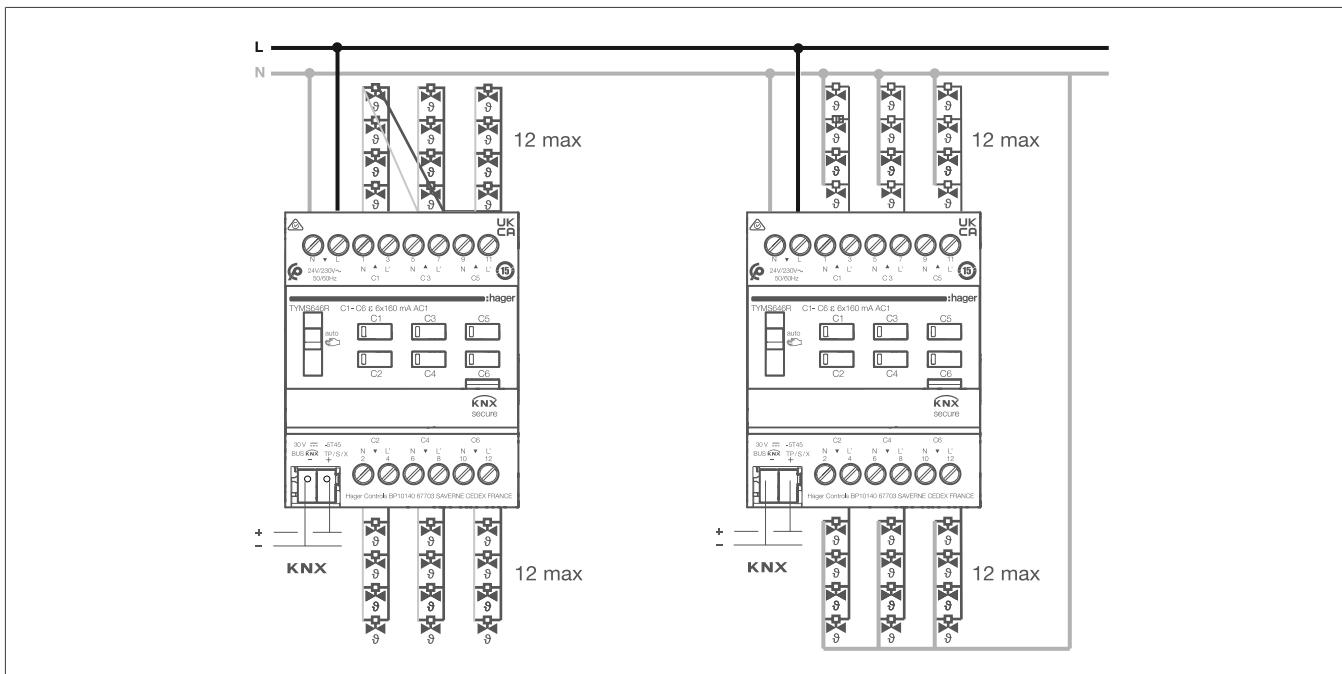

Bild 4: Anschlussplan für Stellantriebe 230 V~ Spannungsversorgung
- 1 Stellantriebe AC 230 V gemäß Anschlussplan (Bild 4: Anschlussplan für Stellantriebe 230 V~ Spannungsversorgung) an das Gerät anschließen.